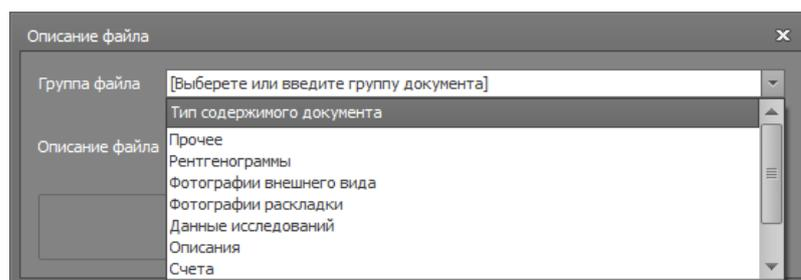

Рисунок 105
- В открывшемся диалоговом окне – **Описание файла** (рис.105)